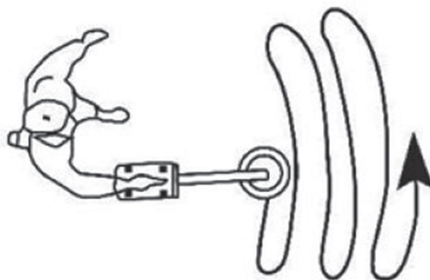

Figura 9: Maneira correta de ser realizada uma varredura.
Tabela 3: Tipos de metais que serão rejeitados, conforme as indicações da figura 9, no botão **DISC**.
- A melhor forma de se varrer o chão com a bobina é de um lado para o outro em uma linha de arco de, aproximadamente, 1 m de movimento e manter a bobina de busca paralela com o chão, conforme a figura 9 a seguir: